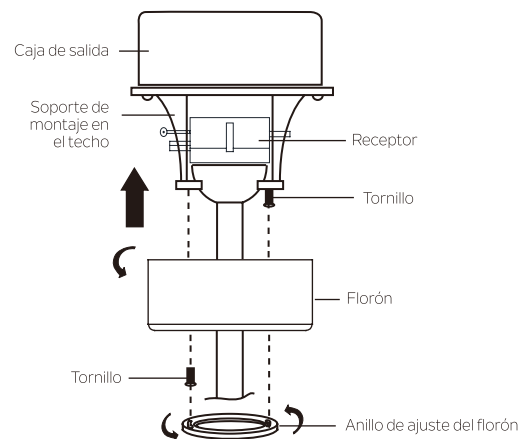

Figura 14
Paso 2. Deslice cuidadosamente el florón hacia arriba hasta el soporte de montaje del techo y coloque una de las ranuras del orificio de la llave en el florón, sobre el tornillo del soporte del montaje del techo. Gire el dosel hasta que la cabeza del tornillo se bloquee en su lugar en la sección estrecha del orificio de la llave. **(Figura 14)**
NOTA: Ajuste los tornillos según sea necesario hasta que el florón y el anillo de ajuste del florón queden firmemente ajustados. **(Figura 14)**